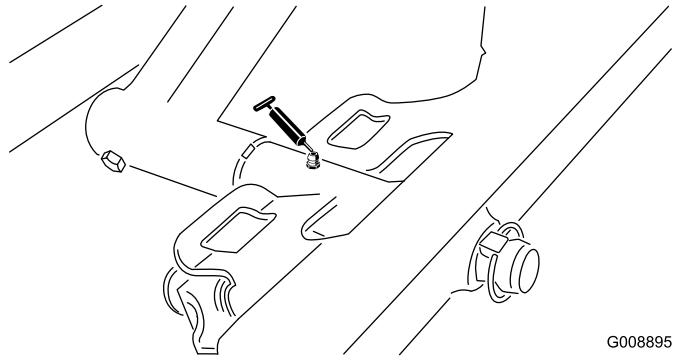

Figura 48
- Perno dell'apparato di taglio anteriore (Figura 48)